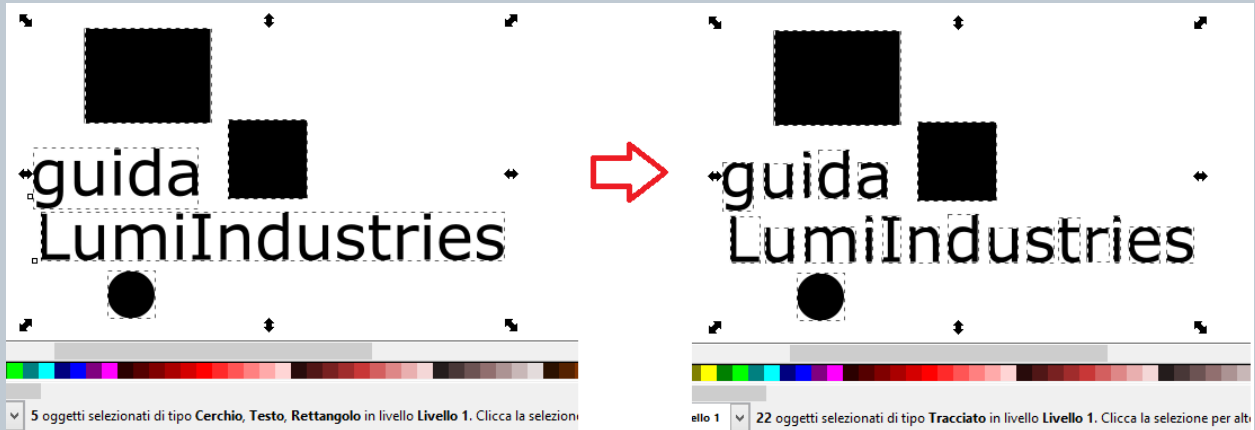

Fig. 43
- Ripetere più volte l’operazione finché, nella barra a fondo pagina, non verrà indicato che gli oggetti selezionati sono di **tipo tracciato**, come indicato in Fig. 43.